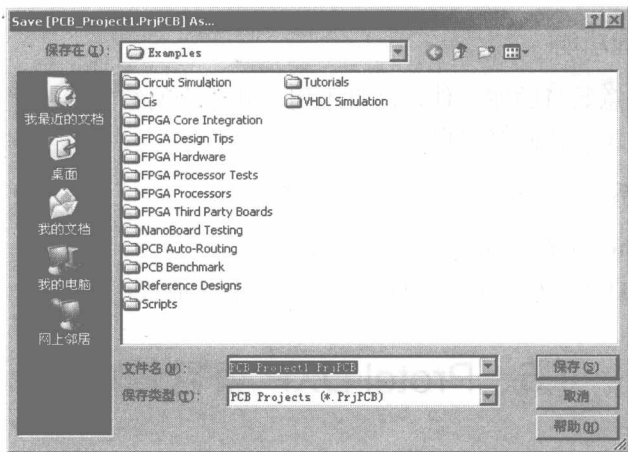

图 1-6 保存项目对话框
(2) 从菜单栏中选择 File | Save Project As 命令,为项目重命名,并指定项目保存的路径,如图 1-6 所示。